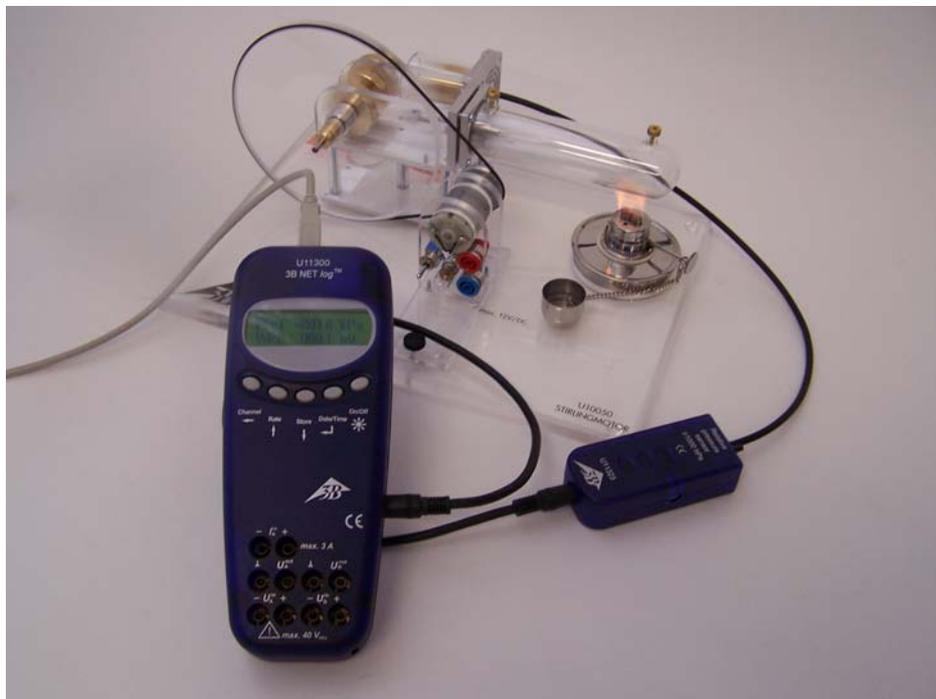

Fig. 1 Montagem da experiência para aceitação dos valores de pressão de funcionamento do motor Stirling U10050 em rotação
- Montagem da experiência segundo fig. 1.